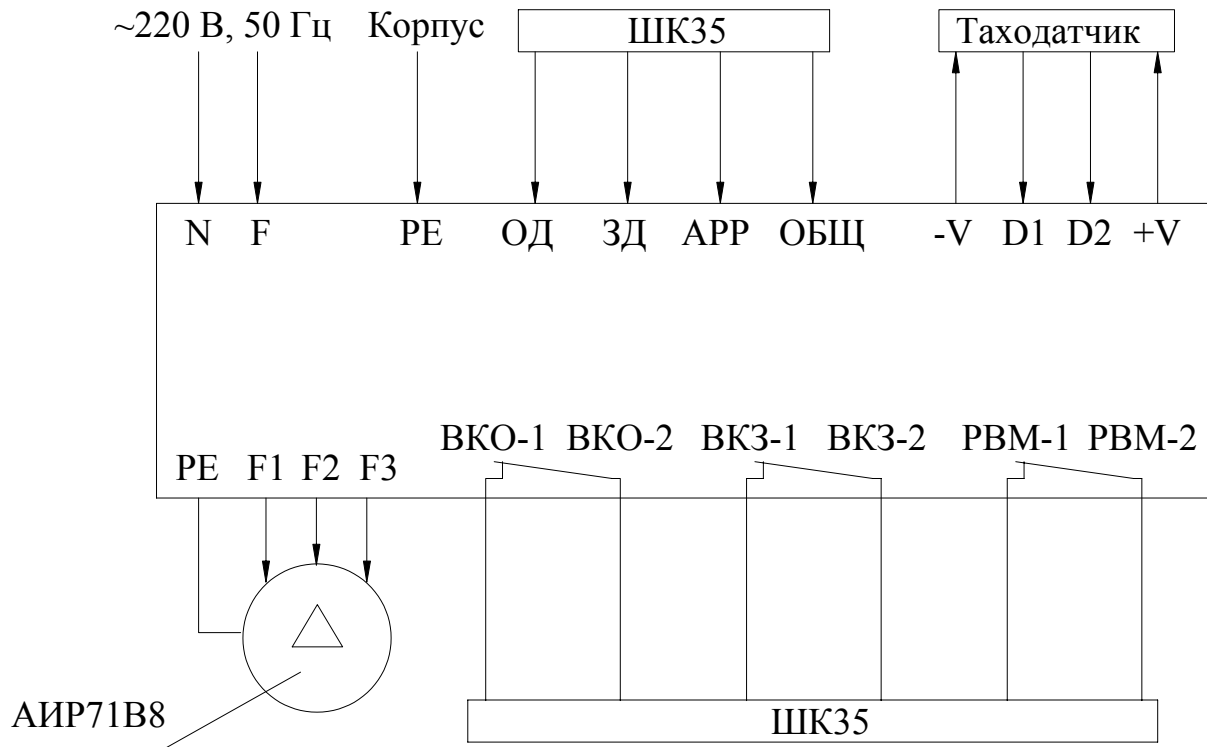
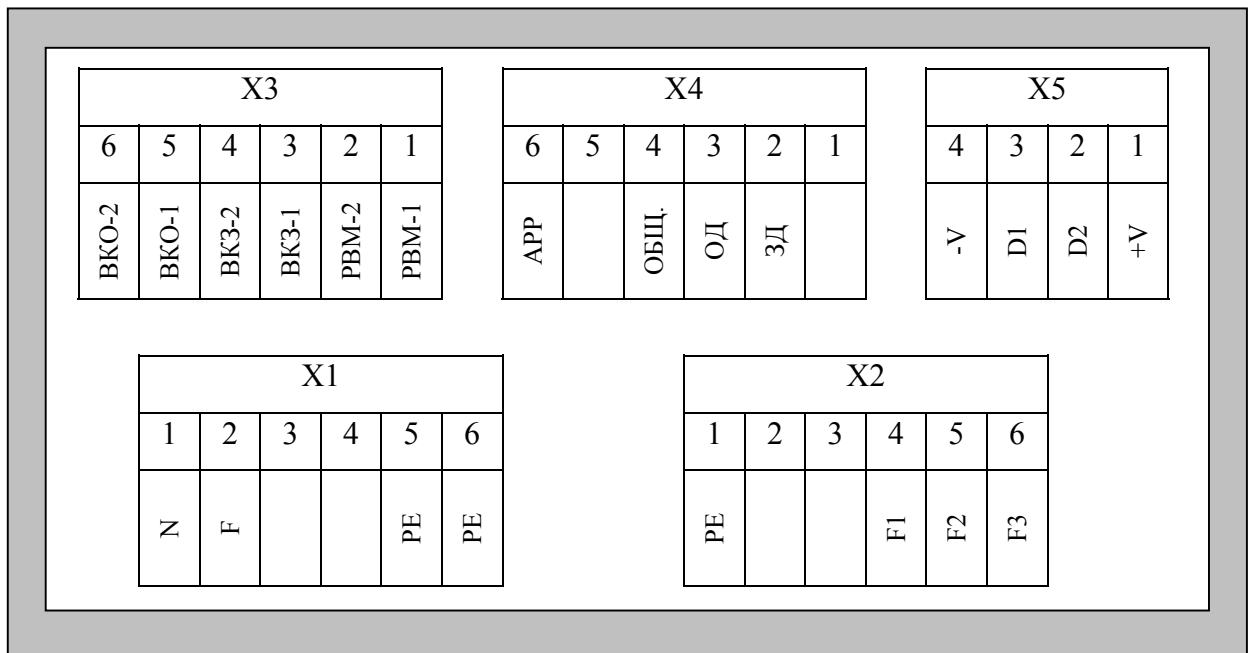

Рис.3. Блок-схема подключения внешних контактов БУАД-4-31.
Рис. 4. Схема подключения внешних контактов БУАД-4-31.
На **рис.3** показана, блок-схема подключения внешних коммуникаций *Устройства*. На **рис.4** показаны и подписаны контакты разъемов для подключения внешних коммуникаций *Устройства*.
3.4.1. Внешние коммуникации для станции ШК35 (см. рис. 3, 4):